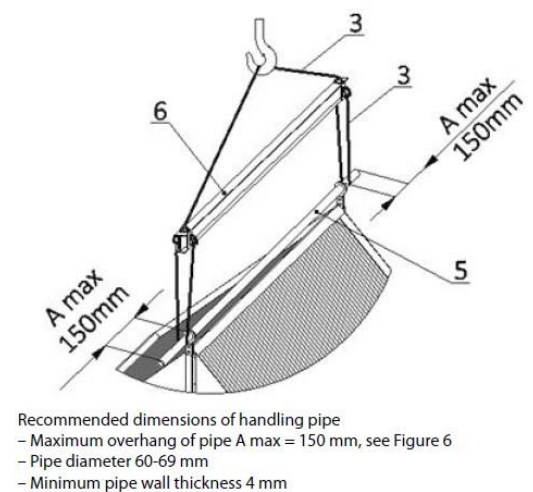

Figure 5 – Recommended methods of fastening plate recuperator
- Voir la figure 5 pour les méthodes recommandées de fixation du récupérateur à plaques